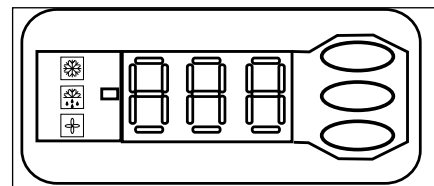

Ilustración 3: Pantalla del controlador electrónico
- De forma predeterminada, el controlador electrónico muestra la temperatura a la presión de aspiración en °C. Pulse el botón inferior para que se muestre la temperatura a la presión de condensación (ilustración 3).